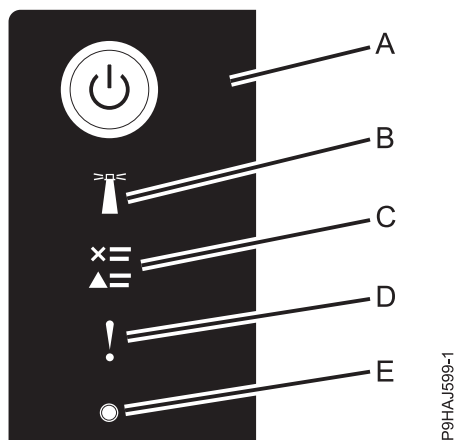

Figura 28. LED de panel de control
- El LED de alimentación (A), tal como se muestra en la figura siguiente, parpadea.
3. Pulse el botón de encendido (A) en el panel de control, tal como se muestra en la Figura 28.